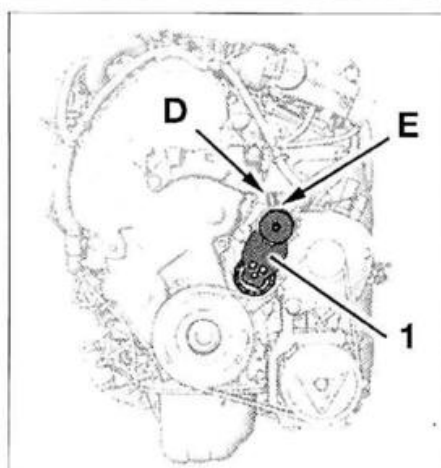

FIG. 15
un pasador de diámetro 4 mm, o el útil PSA 0194-F, en el taladro de calado (E) (fig. 15).